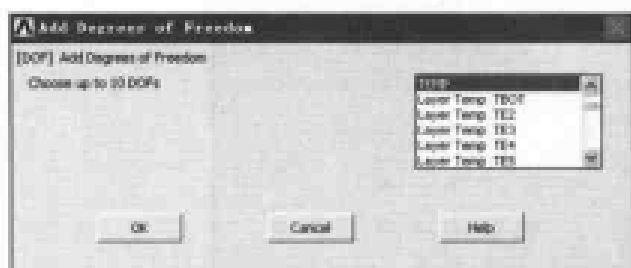

图 11-24 添加自由度对话框
(5) 选择 Main Menu | Preprocessor | Element Type | Add DOF 命令, 出现 Add Degrees of Freedom 对话框, 在下列表框中选择 TEMP 选项, 如图 11-24 所示, 单击 OK 按钮关闭该对话框。